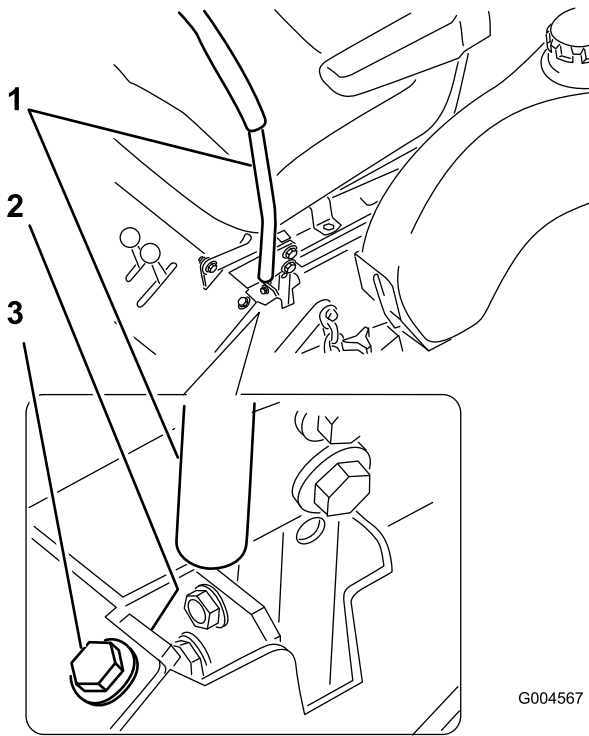

Figura 49
3. Mueva el tope hasta que la máquina vaya en línea recta (Figura 49).
4. Apriete el perno situado delante de la palanca de control (Figura 49).